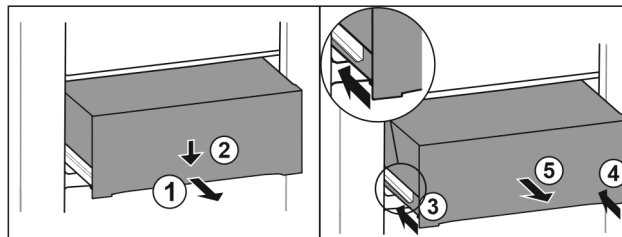

Fig. 86
- ▶ Wyciągnąć szufladę do połowy. Fig. 86 [1]
- ▶ Popchnąć szufladę z przodu w dół. Fig. 86 [2]
- ▶ Wsunąć lewą szynę o ok. 2 cm. Fig. 86 [3]
- ▶ Wsunąć prawą szynę o ok. 2 cm. Fig. 86 [4]
- ▶ Wyjąć szufladę do przodu. Fig. 86 [5]